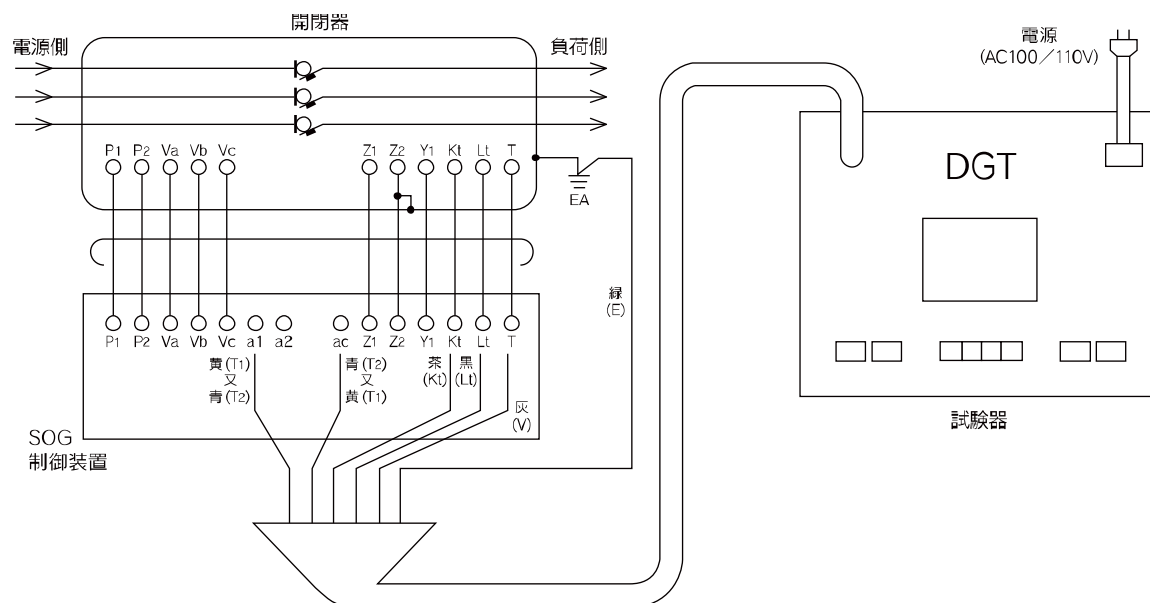

図 1 戸上電機製作所製 (DGT) によるテスト回路の一例
- ② 図 1～6 の試験回路は S O G 制御装置だけの地絡動作時間測定となります。